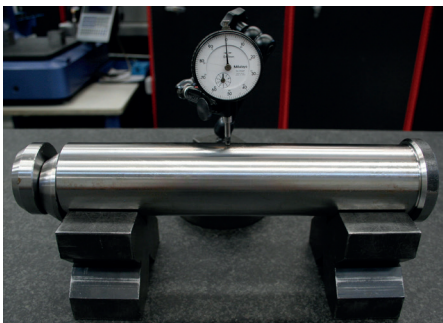

Fig.10
5.2 Mindestens alle 12 Monate eine Prüfung der Zylindrizität durchführen, um eventuelle permanente Deformationen (siehe **Fig.10**). Es ist ausreichend zu prüfen, ob der Tragbolzen im Inneren der Tragwange frei um seine Achse drehen kann.
5.3 Sollten die tragenden Seile / Ketten plötzlich reißen, mit daraus folgender Überbelastung der Tragbolzen und der Tragwangen, müssen diese auf Ihre Zylindrizität (siehe **Fig.10**) geprüft werden, um evtl. Deformationen auszuschließen. Bei Abweichungen, die größer als 0,3 mm sind, die jeweiligen Tragbolzen austauschen, die Befestigungsschrauben austauschen und prüfen, ob sie korrekt gemäß der Tabelle in dieser Betriebs- und Instandhaltungsanleitung angezogen sind.
5.4 Nach unvorhergesehenen Stößen in den Anschlagbereichen während des Hebens/Bewegens/Wendens müssen die Tragbolzen auf Ihre Zylindrizität geprüft werden, um evtl. Deformationen auszuschließen. Bei Abweichungen, die größer als 0,3 mm (siehe **Fig.10**) sind, die jeweiligen Tragbolzen austauschen. Die Tragwangen einer Sichtkontrolle unterziehen, um eventuelle Deformationen auszuschließen bzw. sie bei Bedarf austauschen, die Befestigungsschrauben austauschen und prüfen ob sie korrekt, gemäß der Tabelle in dieser Betriebs- und Instandhaltungsanleitung, angezogen sind.